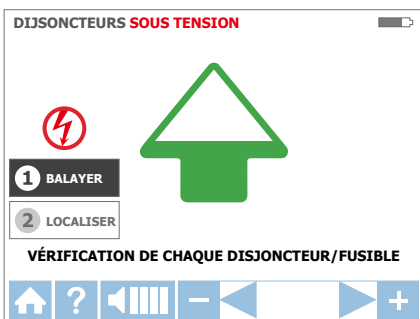

Figure 3.3c : Mode BALAYAGE –Balayage de disjoncteurs/fusibles
1. L'appareil démarre automatiquement en mode 1 **BALAYAGE** (Figure 3.3c).